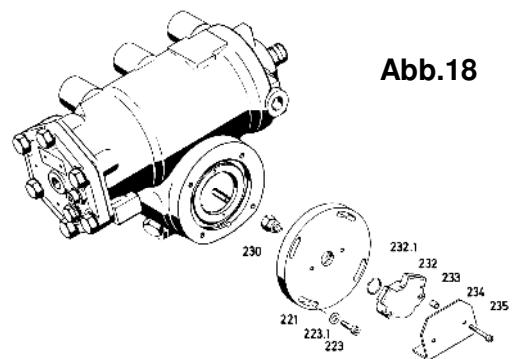

Abb.18
Reinigen Sie die Umgebung des Potentiometers (232) (**Abb.18**).